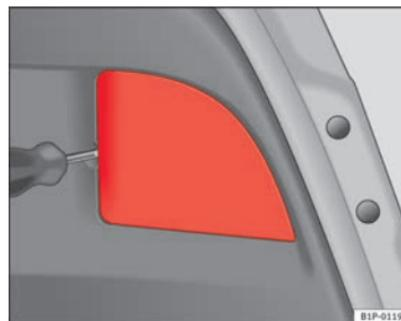

Fig. 171 Luci sul portellone
- Rimuovere il coperchio usando un cacciavite => fig. 171. ▶